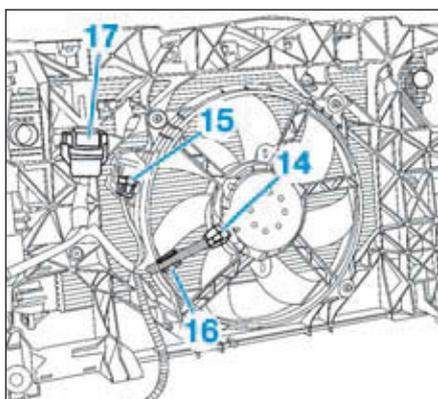

FIG.106
- le connecteur du groupe motoventilateur (14) (Fig.106),
- le connecteur de la résistance du groupe motoventilateur (15).
- le faisceau du groupe motoventilateur (16),
- le boîtier relais (17).